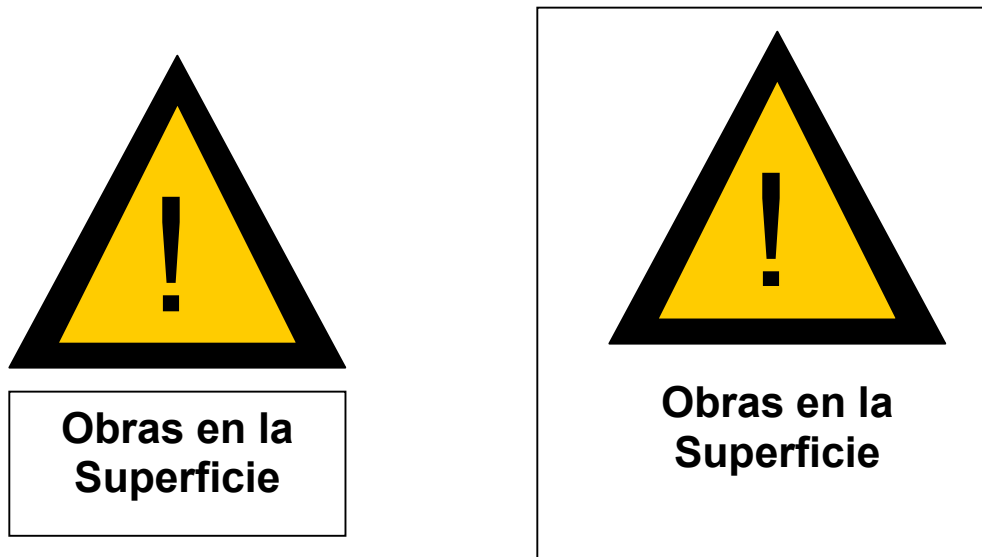

Figura 8. Señales adicionales o auxiliares
9.8 Adicionales o auxiliares (véase figura 8)